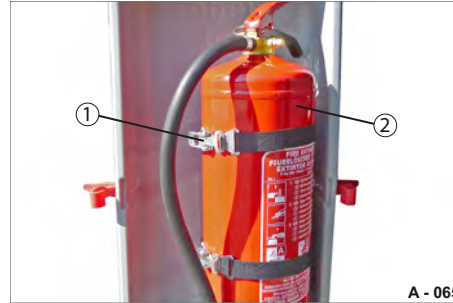

Abb. 97 Feuerlöscher, gesichert
- ▶ Lösen Sie die Spannverschlüsse (Abb. 97/1) und entnehmen Sie den Feuerlöscher (Abb. 97/2).
- ▶ Spannen Sie den Feuerlöscher mit Spannverschlüssen (Abb. 97/1) fest.